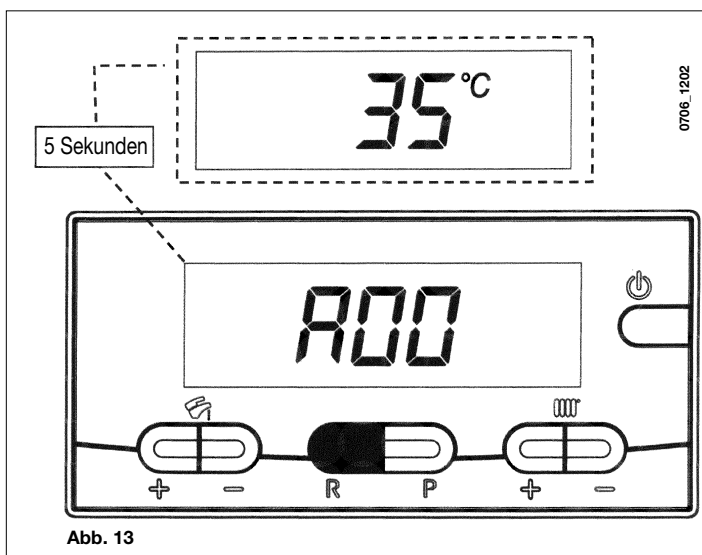

Abb. 13
- Die Taste **R** etwa 6 Sekunden lang drücken, um die Funktion zu aktivieren. Nun erscheint auf der Anzeige der Schriftzug „A00“ (...“A08“), und abwechselnd der entsprechende Wert (Abb. 13);
- A00:** gegenwärtiger Wert (°C) des Warmwassers (BW)